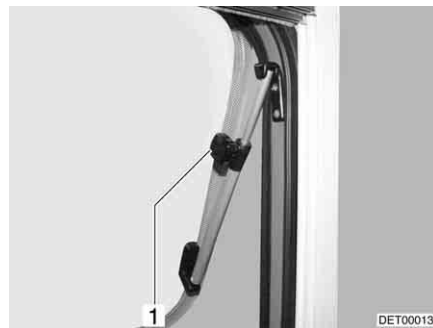

Fig. 67 Ventana abatible con soporte giratorio
- Ventana abatible con soporte giratorio: Abrir la ventana abatible hasta la posición deseada y fijarla con el botón moleteado (Fig. 67,1).
- Ventana abatible con soporte giratorio: Girar el botón moleteado (Fig. 67,1) hasta que se libere el bloqueo.